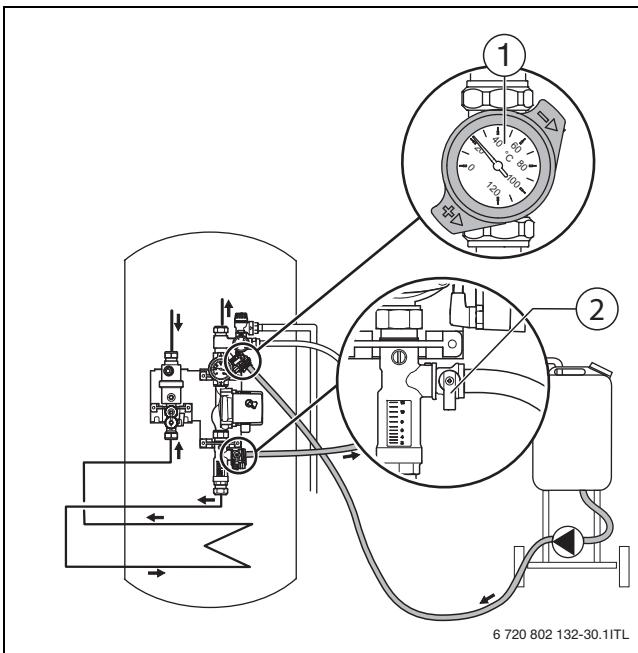

Bild 20 Spülen des Standardsystems
- Befüllstation, wie in Bild 20 dargestellt, anschließen.